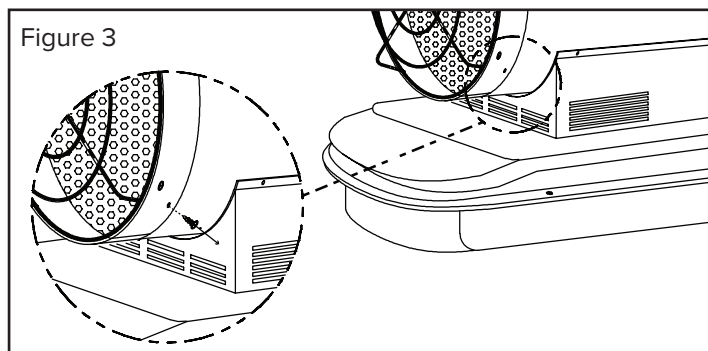

Figure 3
1. Retirer les vis existantes de l'anneau de chaque côté de la chaufferette (voir la Figure 3).